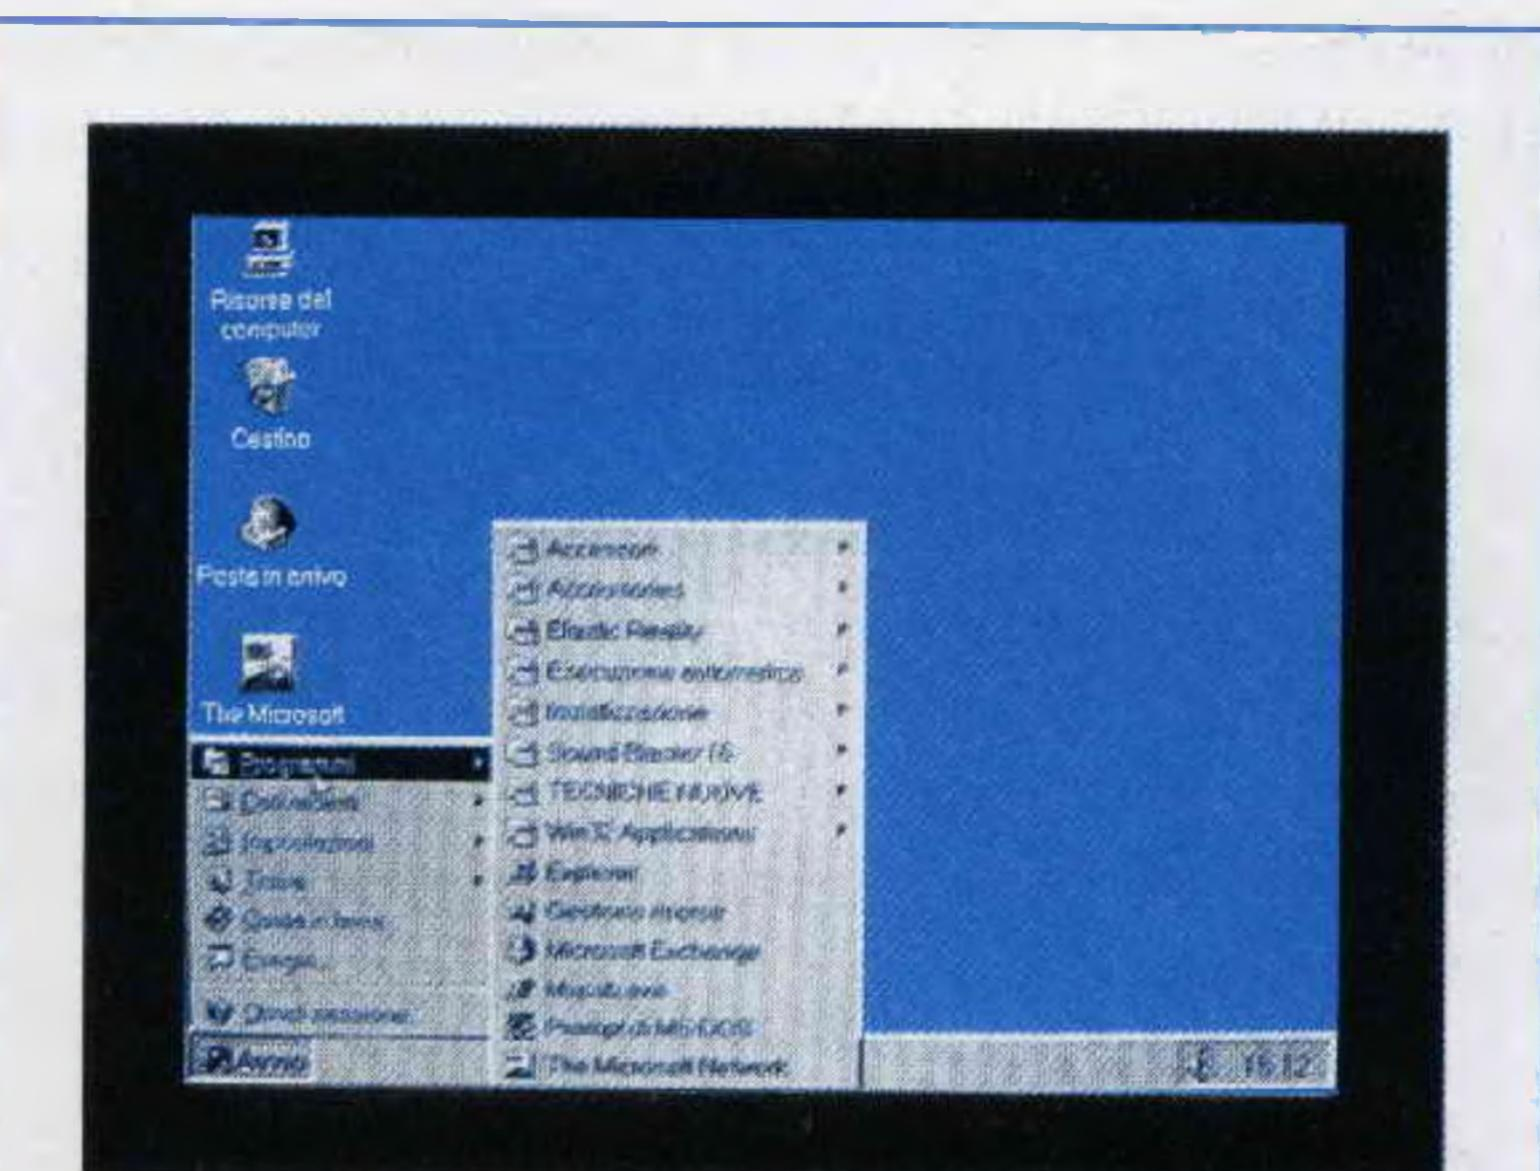

Fig.7 Portate il cursore sulla scritta PROGRAMMI, cliccate e vedrete apparire questa nuova finestra.
- Portate il cursore sull'icona **Programmi**. A destra apparirà subito una seconda finestra (vedi fig.7).